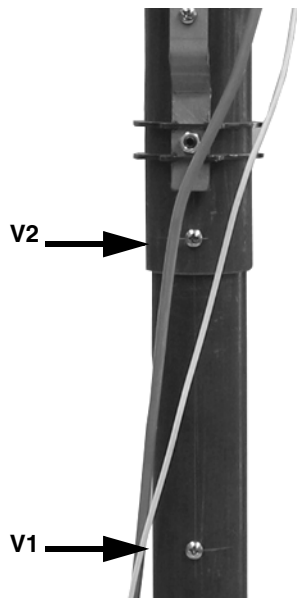

Fig. 13
- 1 Entfernen Sie auf Fig. 13 gezeigten Schrauben V1 und V2.